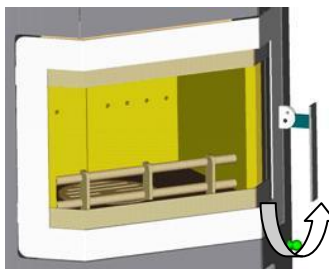

Fig 2
- ouvrir la porte en basculant la poignée vers le haut. (voir fig. 2.)